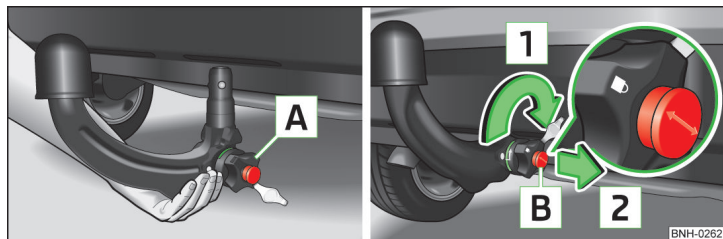

Fig. 103 Introducir la barra de cabeza esférica / bloquear el cierre y extraer la llave
- Agarrar la barra de cabeza esférica por abajo » fig. 103 y encajarla en la cavidad del alojamiento hasta que se encastre de forma audible » !.